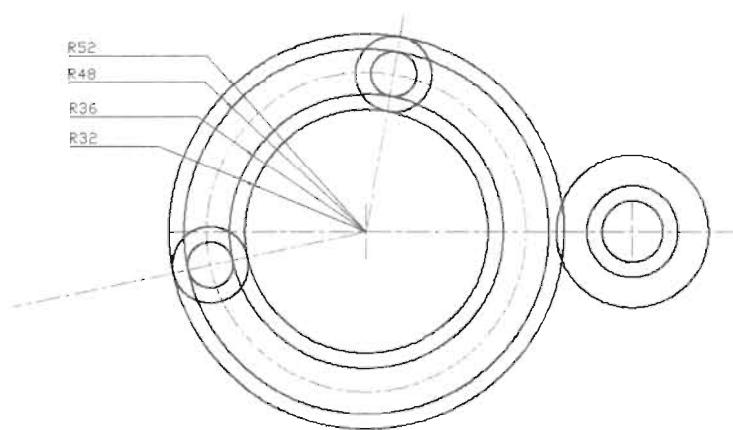

图 5-188
(8) 选择“粗实线”图层为当前图层, 按空格键继续执行 C 命令, 分别以第一条辅助线的交点为圆心绘制 4 个同心圆, 圆的半径如图 5-188 所示。